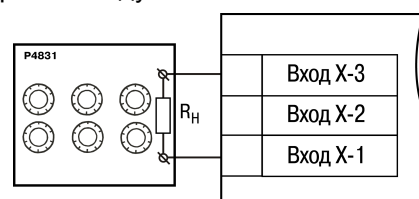

Рисунок 8.1 – Подключение магазина сопротивлений
1. Подключить к прибору магазин сопротивлений типа P4831 или подобный ему с классом точности не ниже 0,05 по трехпроводной линии (рисунок 8.1). Сопротивления проводов в линии должны быть равны друг другу и каждое не должно превышать величины 15 Ом.